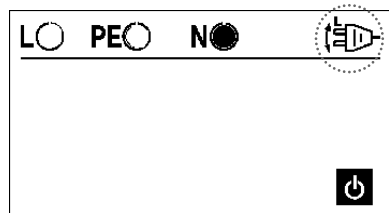

Bild 5.4.5: Anzeige bei Phasenlage N an L/L1 und L an N/L2
Zeigt das Prüfgerät die Anschlussbelegung wie in Bild 5.4.5 an, d.h. das Symbol 'Netzstecker drehen' (5) blinkt, so lässt sich die Prüfung nicht starten und beim Start der Prüfung ertönt ein Signalton. Dann ist der Schukostecker umzudrehen bzw. bei den angeschlossenen Messleitungen ist L und N zu vertauschen.
► Berühren Sie zur Steckdosenprüfung die Berührungselektrode 'PE' (21).